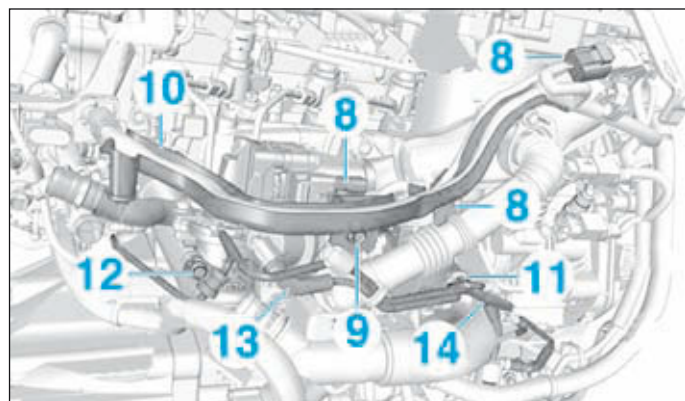

FIG.92
- Débrancher les connecteurs (8) (Fig.92).
- Déposer la vis (9) et écarter le guide (10) du faisceau électrique.
- Déposer l'agrafe (11).
- Déposer la vis (12).